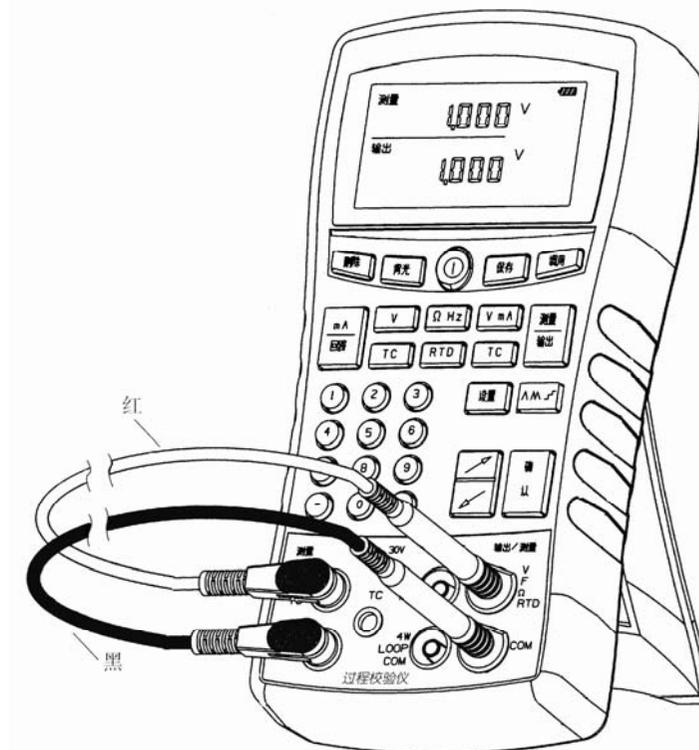

图 2 输出/测量电压测试
- (1) 按  打开校验仪电源。
- (2) 设置测量端的测量信号类型，按  直至屏幕上方显示“V”测量。
- (3) 按  选择输出模式，然后按  直至屏幕下方显示“V”输出。
- (4) 根据闪光插孔提示，使用校验仪表笔连接输出/测量端电压输出插孔及测量端电压测量插孔，如图 2 所示。
- (5) 按数字键输入需要输出的电压值，并按 。
- (6) 校验仪将同时输出和测量直流电压。屏幕下半部显示直流电压的输出值，屏幕上半部显示直流电压的测量值。